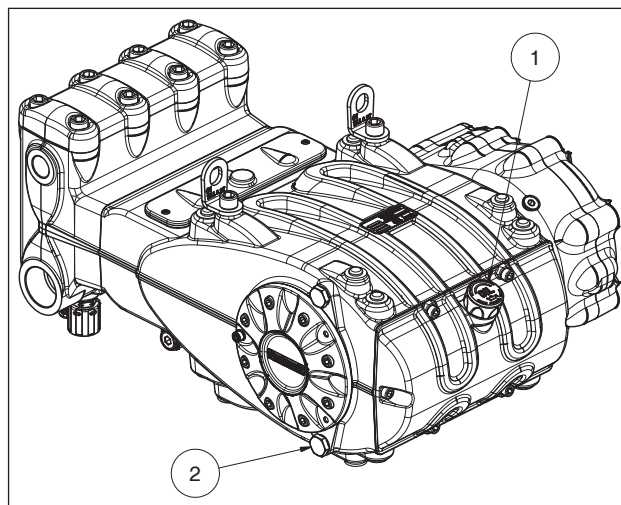

图 3
通过标有最大和最小刻度①，图 3 的专用液面杆来检查油料液面。如有需要应进行加注来恢复正常的液面水平。液面的正确检查应在泵处于常温下进行。必须在泵处于工作温度的情况下，通过取下顶盖②，图 3) 进行换油。
使用插入到排油塞的温度探针进行，部件号② 图 3。请参阅“ATEX防爆保护”手册。